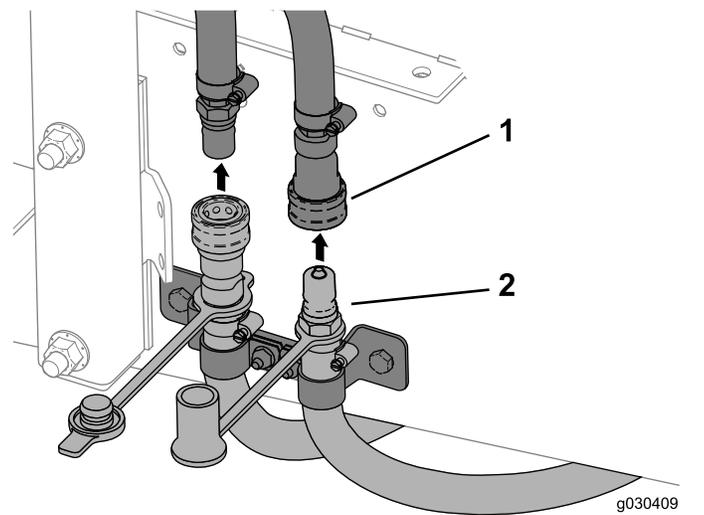

Figura 63
2. Desconecte las mangueras del calentador (Figura 63).